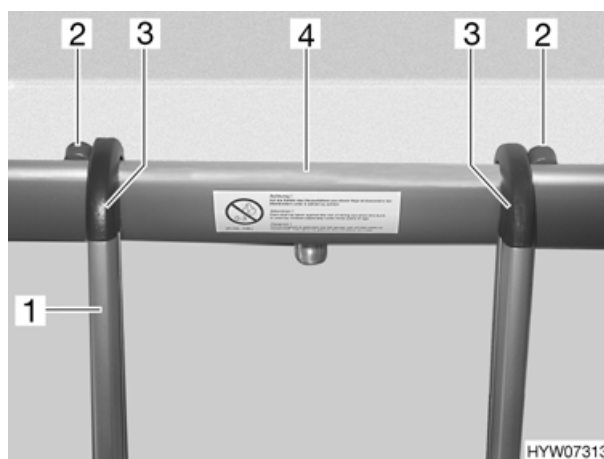

Fig. 29 Scaletta di accesso
- Agganciare la scaletta di accesso (Fig. 29,1) con i due staffe (Fig. 29,3) al diaframma (Fig. 29,4). Verificare che le staffe vengano agganciate tra i due elementi di fissaggio (Fig. 29,2). Così la scaletta di accesso non può scivolare via lateralmente.